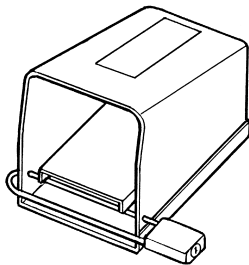

Figura 1 – Interruptor de Pie con pestillo
8. **Cuando no se use, ponga el pestillo en el interruptor de pie (Figura 1).** Esto evita el accionamiento accidental de la máquina.